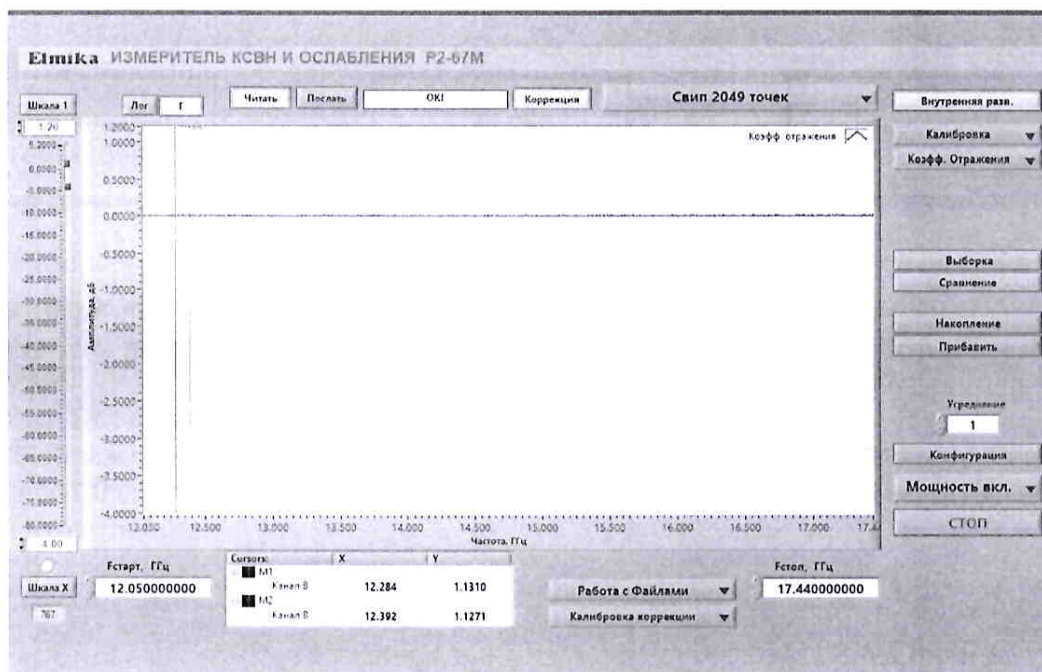

Рисунок 2
8.2.5 По завершению установки запустить ПО «**ScalarSynthesizer**». По окончании запуска ПО «**ScalarSynthesizer**» контролировать появление на экране монитора ПК виртуальную панель управления (рисунок 2).
– ПО «**ScalarSynthesizer**» установлено на ПК и по окончании его запуска на экране монитора ПК наблюдали виртуальную панель управления (рисунок 2);